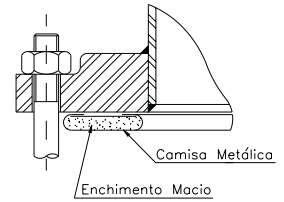

Figura 2
- Tipos 923 (Figura 2) e, de preferência 927 (Figura